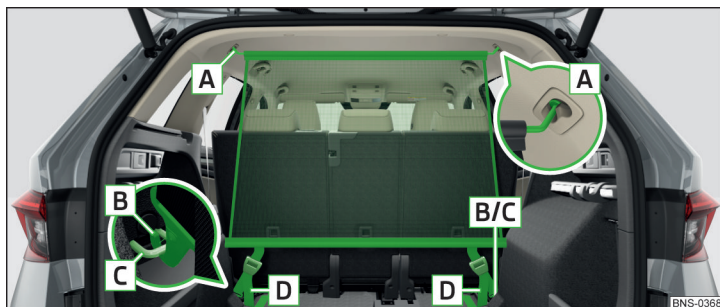

Fig. 151 Peretele despărțitor din plasă aflat în spatele banchetei
- Pentru montare, așezați bara transversală în elementul de prindere **A** mai întâi într-o parte și apăsați-o apoi spre înainte. Introduceți în mod similar bara transversală pe cealaltă parte a autovehiculului, în elementul de prindere **A** » fig. 151.
- Trageți bine de capătul liber al centurii **D** » fig. 151.